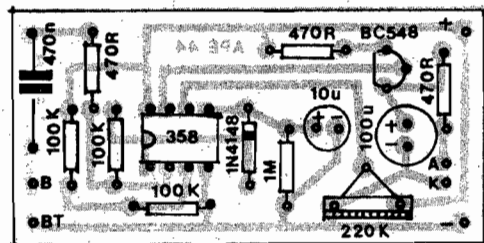

Fig.3
- FIG. 3 - O CHAPEADO DA MONTAGEM - Agora a plaquinha é vista pelo lado não cobreado, com os componentes já posicionados... Todas as peças estão claramente identificadas pelos seus "nomes de código", parâmetros, valores e indicadores de polaridades e terminais... Assim, basta um pouco de atenção, para que tudo fique certinho... Obviamente que os componentes polari-